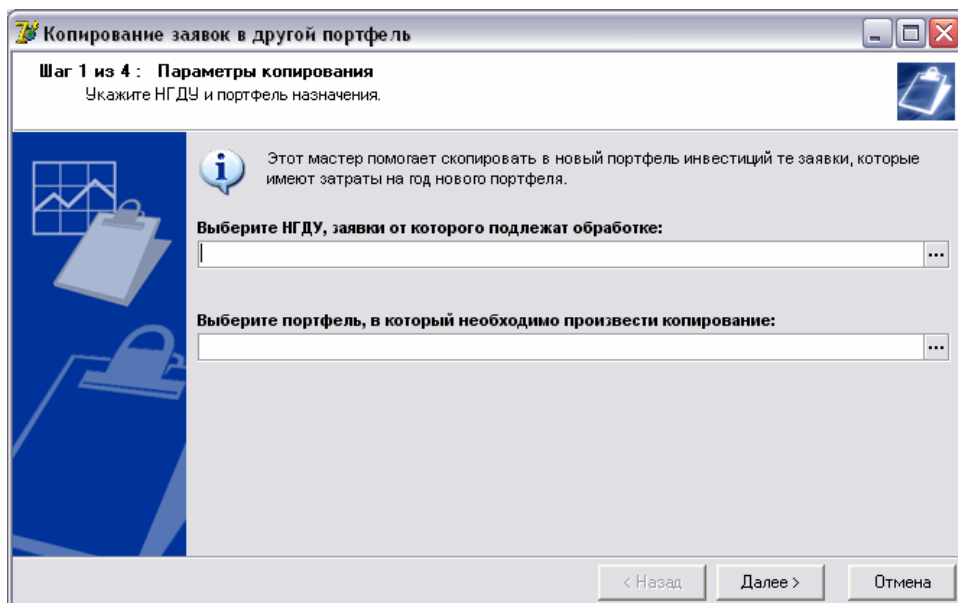

Рисунок 1.78.
3. В появившемся окне мастера копирования заявок в другой портфель (рис.1.78.) укажите **НГДУ**, заявки от которого подлежат обработке, и **инвестиционный портфель, в который необходимо произвести копирование**. При выборе инвестиционного портфеля представляются все портфели следующего года, находящиеся в состоянии «Создан». После заполнения полей нажмите кнопку **<Далее>**.